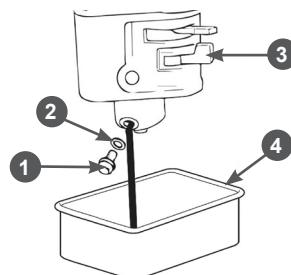

Рис. 41 Слив топлива с карбюратора
1. Установите рычаг топливного крана 3 (Рис. 41) в положение «ЗАКРЫТО».
2. Установите под карбюратор подходящую емкость 4 (Рис. 41).
3. Открутите болт 2 сливного отверстия и спейте топливо из поплавковой камеры карбюратора (Рис. 41).